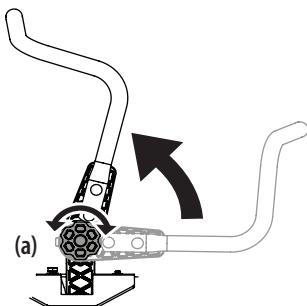

Figura 9
- Gire la perilla (a) en el sentido contrario a las agujas del reloj para flojar la perilla (a). Consulte la Figura 9 en la página 41.
- Gire la perilla en el sentido de las agujas del reloj para asegurar la palanca de control de la transmisión de barra de seguridad hasta su posición. Consulte la Figura 9.